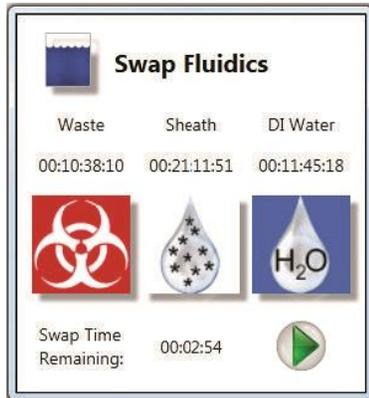

рис. 67. Окно Swap Fluidics (Заменить жидкости системы струйной автоматки) с индикацией времени, оставшегося до отключения системы
2. Автоматически запустится таймер обратного отсчета времени. Он будет отображать количество времени, оставшееся для замены контейнеров перед отключением системы (Рис. 67).